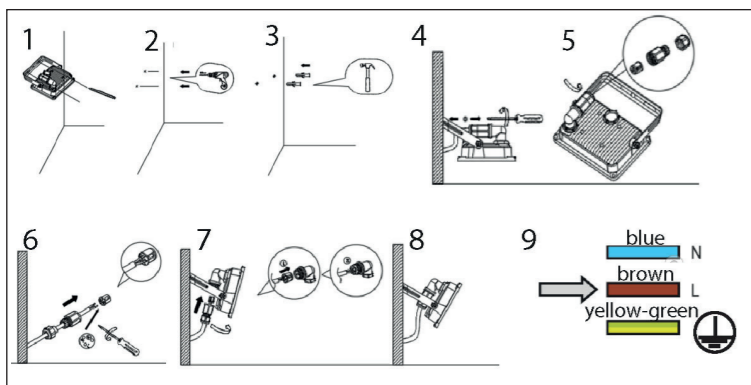

Fig. 2 : Mounting
5.1 Montage du projecteur extérieur à LED (Fig. 2 - 4)
4. Percez les trous de fixation à l'aide d'un outil approprié. Voir les figures 2 et 3.
5.1 Montaggio del proiettore da esterno a LED (Fig. 2 - 4)
- Praticare i fori di montaggio con uno strumento adatto. Vedi fig. 2 e 3.